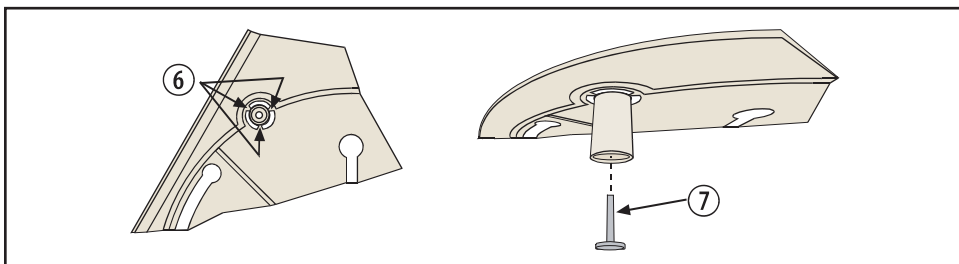

Figure 3.4 Intégrité de protection pour plafond
- Si vous souhaitez utiliser l'intégrité de protection pour plafond, retirez le plot d'intégrité de protection en coupant les 3 languettes (6) et montez la base au plafond à l'aide d'une vis n° 8 (7). Voir Figure 3.4 Intégrité de protection pour plafond.